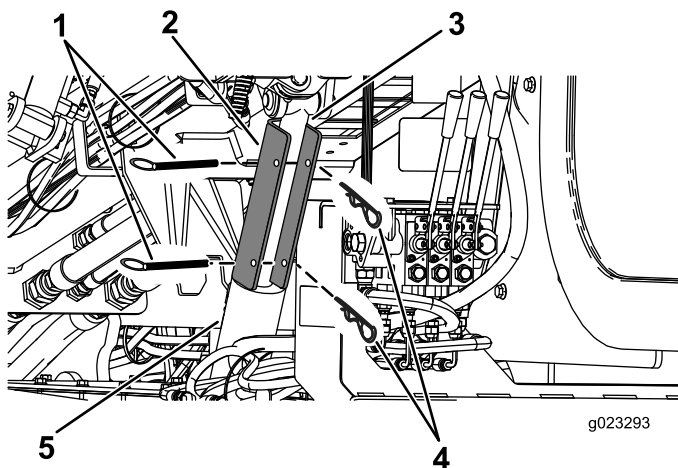

Рисунок 99
4. Установите замок на шток гидроцилиндра (Рисунок 99).
5. Закрепите замок гидроцилиндра посредством штифта с головкой и шплинта (Рисунок 99).
4. Снимите штифт с головкой и шплинт, закрепляющие замок гидроцилиндра (Рисунок 99).